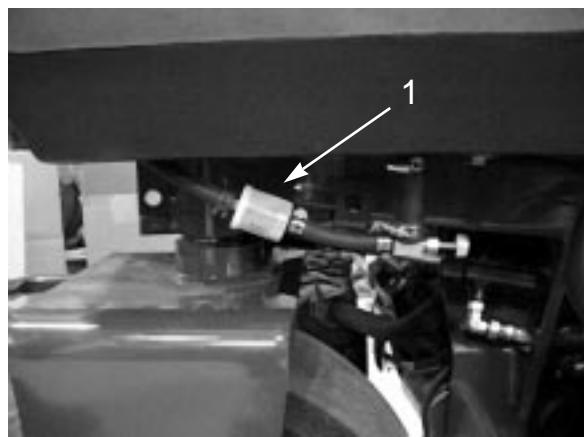

図49
2. フィルタの下に容器を置き、もう一方のクランプも外してフィルタを取り出す(図49)。
燃料フィルタはインライン・タイプで、燃料タンクとキャブレタの間に設置してあります(図49)。800時間ごと、又は燃料の流れが悪くなれば交換してください。フィルタに付いている矢印をエンジンの方に向けて装着してください。
1. 燃料バルブを閉じ、キャブレタ側にあるホースクランプ(図49)をゆるめてホースを抜く。